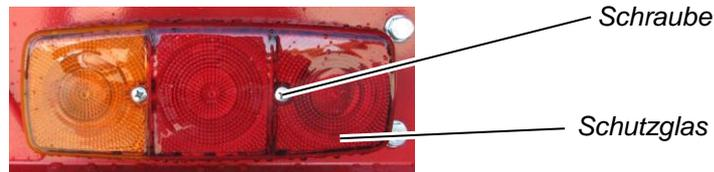

Abbildung 67: Dreikammerleuchte
- ⇒ Schrauben Sie die zwei Schrauben aus der Dreikammernleuchte heraus (siehe Abbildung 67).
- ⇒ Ziehen Sie das Schutzglas ab (siehe Abbildung 67).